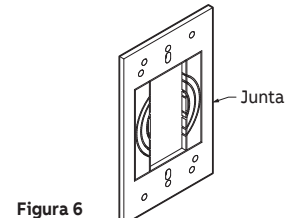

Figura 6
- Retire la parte central de la junta rectangular (Figura 6).